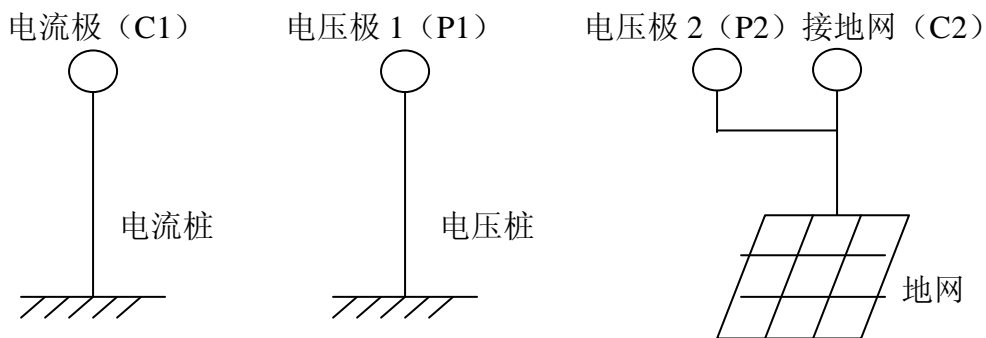

图 2 三极法测量接线示意图
- 3) 电流测试线和电压测试线按规定的长度将一端与仪器相接后平行放出。另一端分别接在两支地桩上（如图 2 所示）。